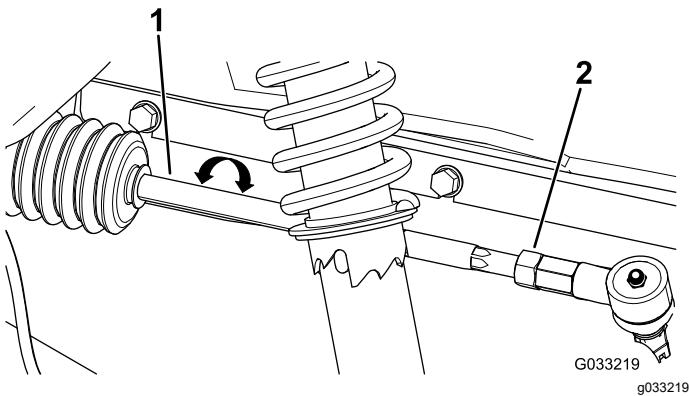

Bild 52
2. Wenn der Wert nicht zwischen 0-6 mm liegt, lösen Sie die Klemmmuttern am äußeren Ende der Spurstangen (**Bild 52**).